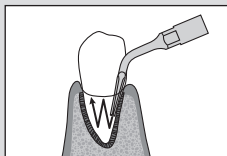

Fig. 3
- Déplacez non seulement dans les directions mésiodistale et bucco-linguale, mais aussi de haut en bas comme pour une distribution d'eau à la pointe (léger pompage). A ce moment-là, prêtez attention à la portée de l'injection d'eau (Fig. 3).